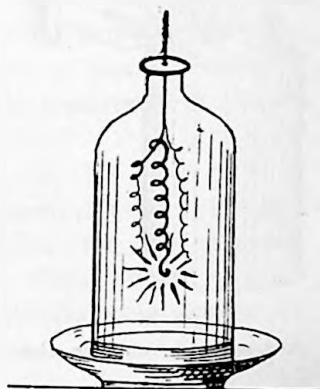

Fig. 50.
**Experiență.** În al doilea cilindru cu clor introducem fire de beteală cari au fost încălzite mai dinainte la lampă. Beteala se va aprinde și va arde. (Fig. 50).